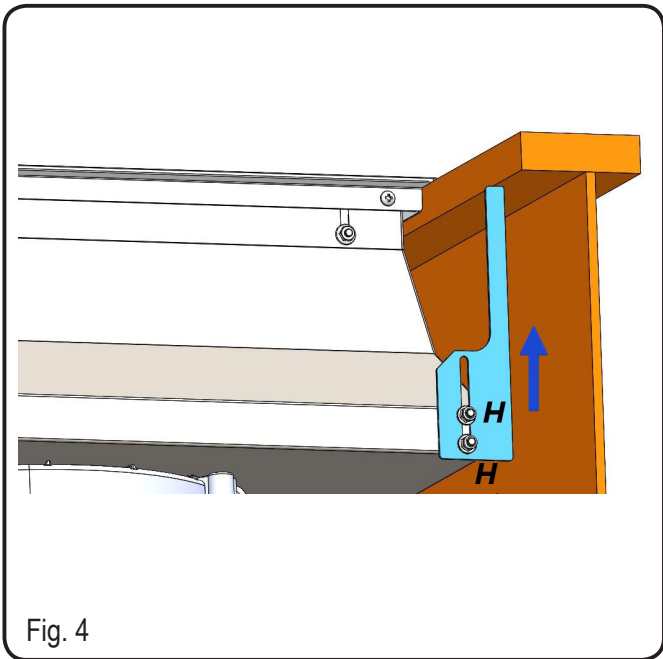
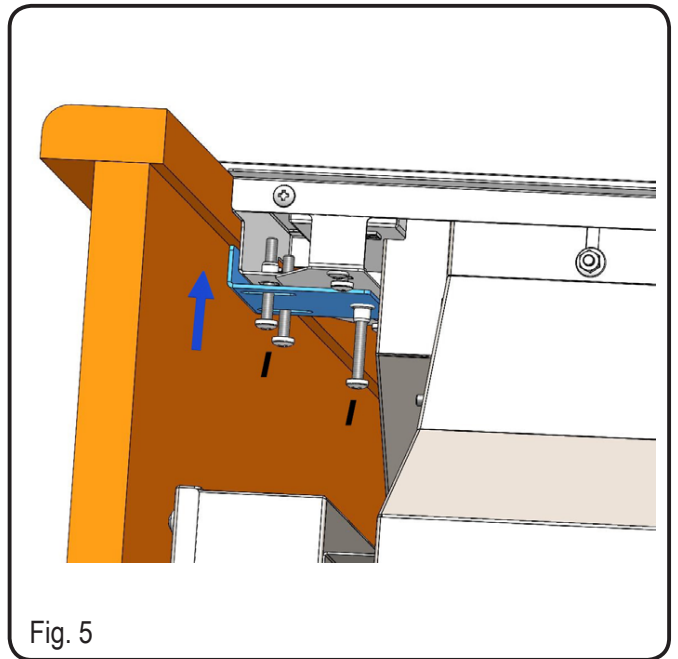

Fig. 4
Fig. 5
5. Fastgør emhætten i kabinettet med de medfølgende beslag. Fortsæt med monteringen af beslagene på emhættens sider i de specifikke kroge, som vist på fig.4-5. Monter de bagerste beslag på begge sider af emhætten, løft dem op, indtil de rører kabinettet og stram herefter møtrikkerne "H" (fig.4). Fastgør det forreste beslag, lad det røre kabinettet, ved at stramme skrueerne "I", som vist på fig.5. Træk forsigtigt "I" i hånden, uden brug af elektrisk skruetrækker, så du ikke beskadiger emhætten.